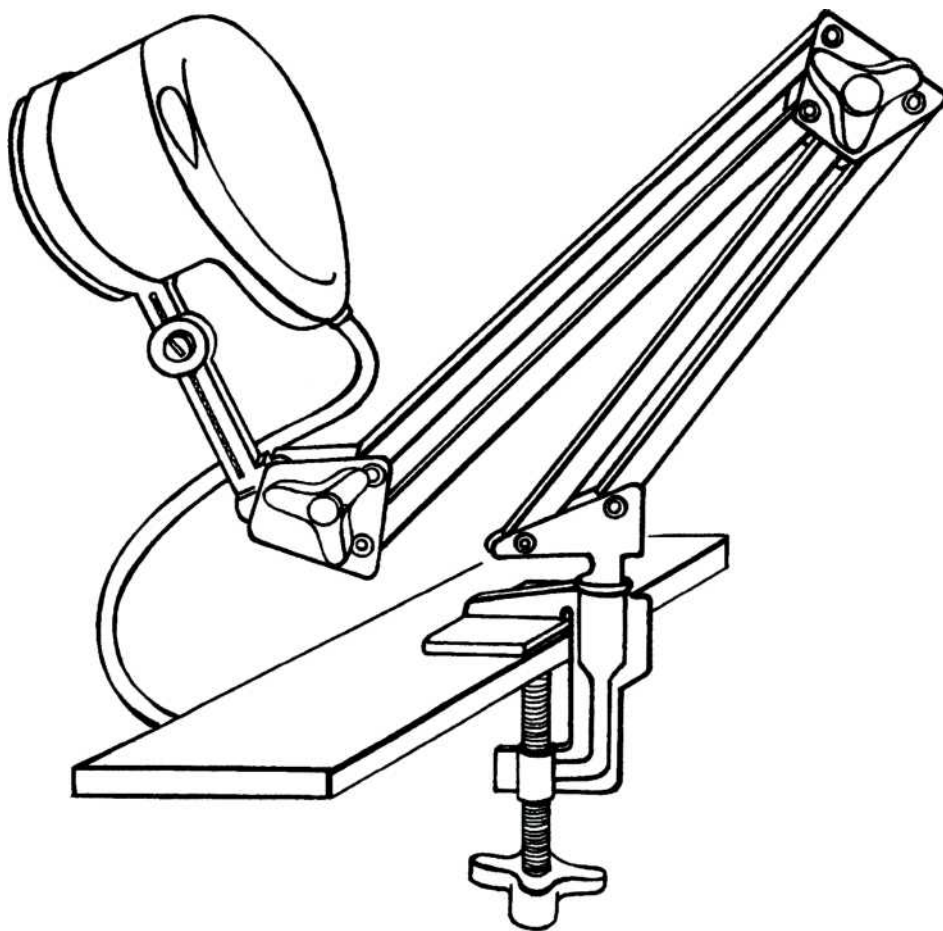

Рис. 6. Штатив-держатель терминала
- 8.13. По дополнительному требованию Заказчика аппарат может быть укомплектован штативом-держателем (рис. 6).